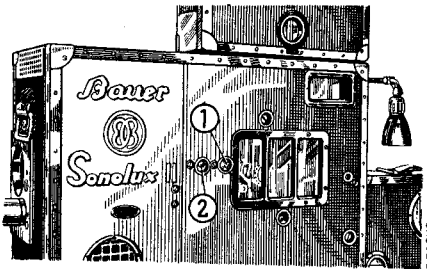

Bild 17 1 Druckknopf zum Öffnen der Sicherheitsklappe (nur möglich, wenn Koffertüre geschlossen und Film eingelegt ist). 2 Druckknopf zum Schließen der Klappe
Mit Druckknopf (Bild 17) Sicherheitsklappe öffnen, damit Licht zu Film und Bildwand gelangt.
6. Bildwerfer aus der Fertigung ab Sommer 1948 haben in der Koffertüre eine Druckknopf- fraste (Bild 17), mit der im Gefahrenfall der Strahlengang geschlossen werden kann. Bei älteren Koffern erreicht man dasselbe durch Öffnen der Koffertüre.